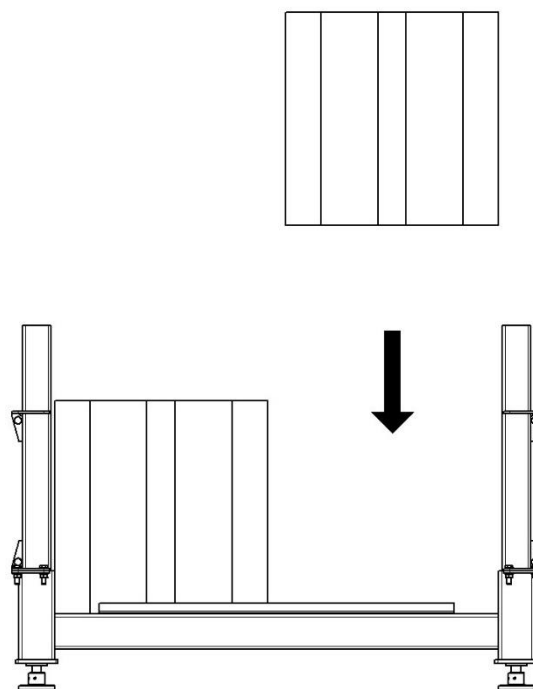

Рис. 8.
4. С помощью грузоподъемного оборудования установить на основание блоки ФБС 12-5-6 (1580 кг) (рис. 8).